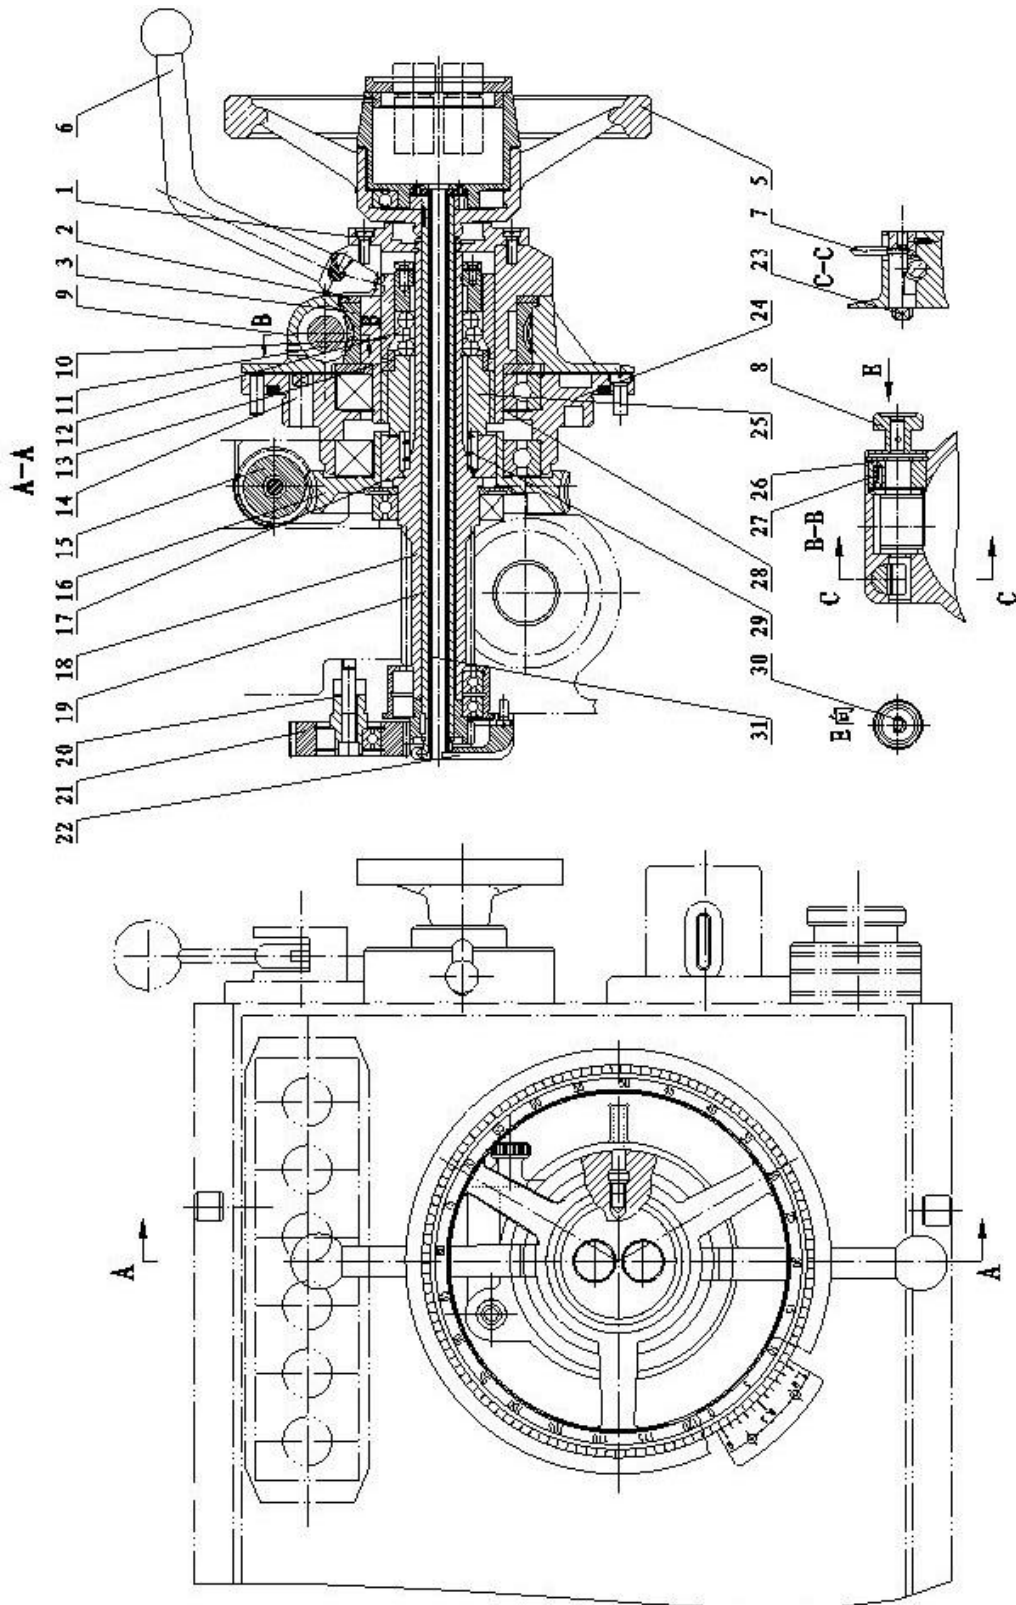

Рисунок 10-4 Вал рычага
(2) Горизонтальный вал (Рис.10-4)